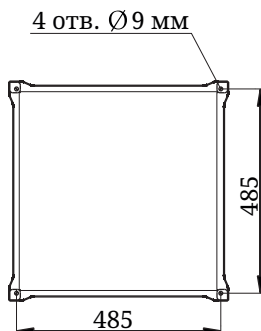

Рисунок 5. Схема монтажных отверстий для крепления основания
1. Расположите чашу с опорой вертикально. Надежно закрепите основание гриля к поверхности, на которой он будет установлен. Схема монтажных отверстий для крепления основания (см. рисунок 5).